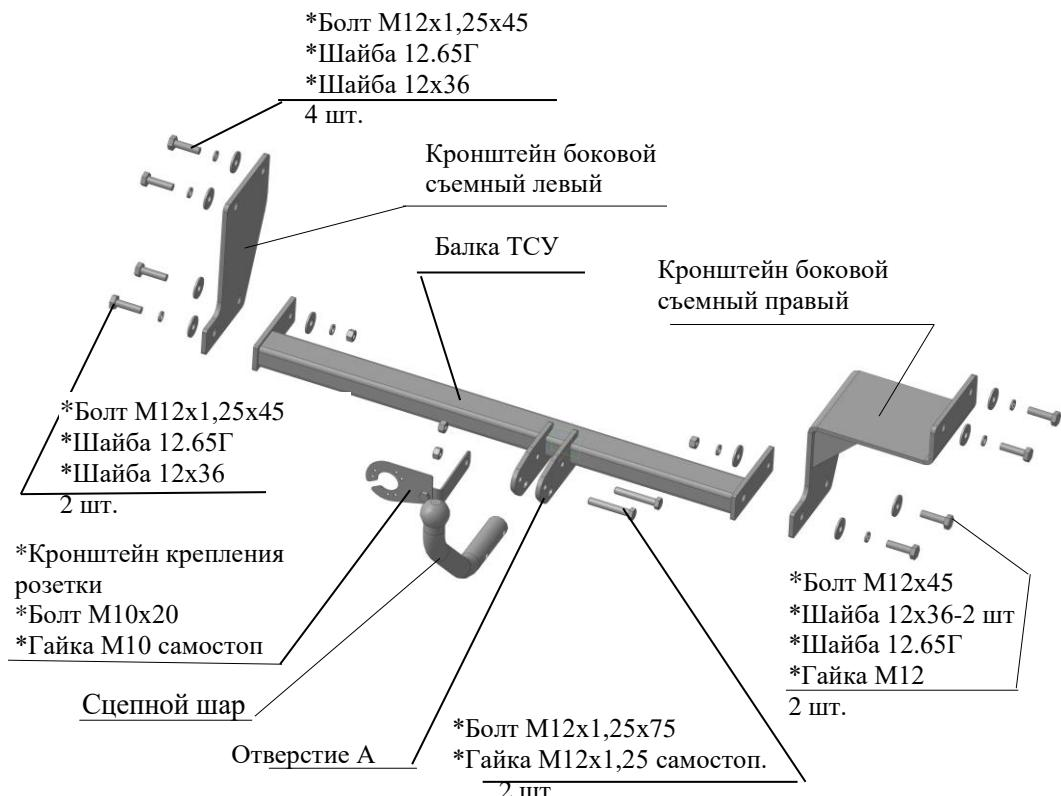

Рис.1 Тягово-сцепное устройство ТСУ 7333.
2.1 ТСУ 7333 в сборе (рис.1)	1 шт.
2.2 Пакет с комплектующими (см. рис.1)	1 шт.
4.2 Закрепить правый и левый боковые съемные кронштейны (соответственно рис.1) к боковым внешним полкам лонжеронов а/м болтами M12x1,25x45 (используя гайки приварные штатные), под головки болтов подложить шайбы 12.65Г и 12x36. Крепеж не затягивать.